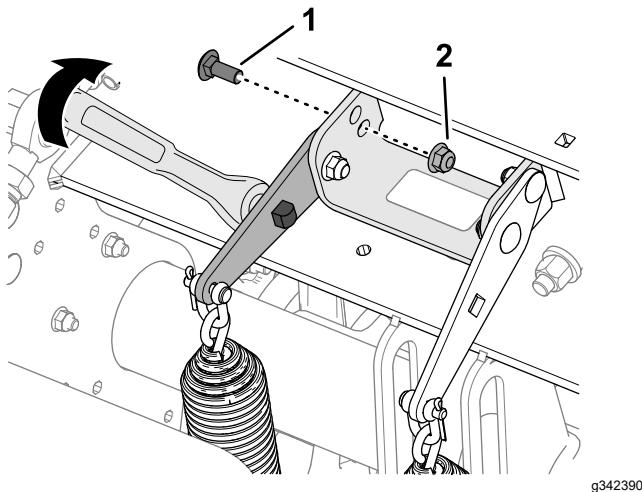

Figura 119
- Inserite un cricchetto da 1/2" o una barra idonea nel foro quadrato della foglia della piastra di tensione della molla (Figura 119).